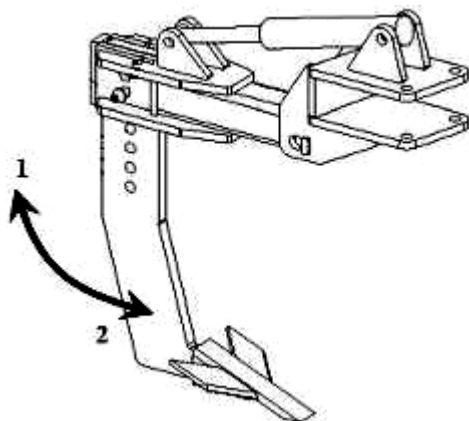

Рисунок 12.
- Перевести в рабочее (2) (рис. 12) положение лаповые стойки.
- Перевести в транспортное (1) (рис. 12) положение лаповые стойки.